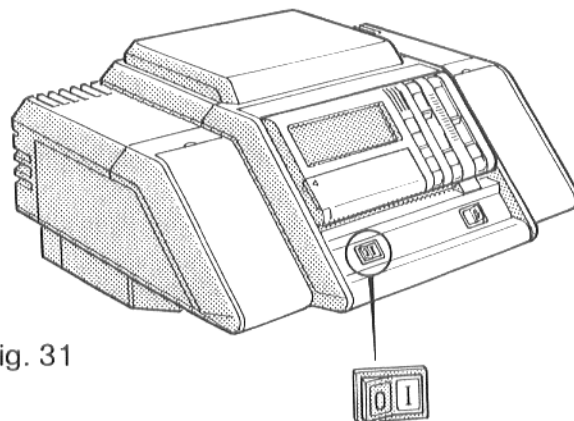

Fig. 31
- Mettre l'interrupteur de service (fig. 31) sur la position I (MARCHE).